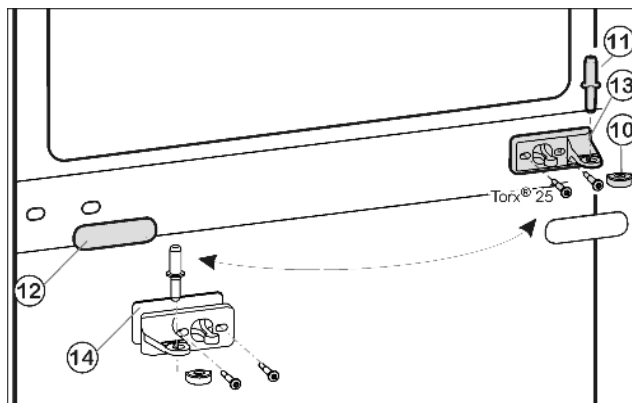
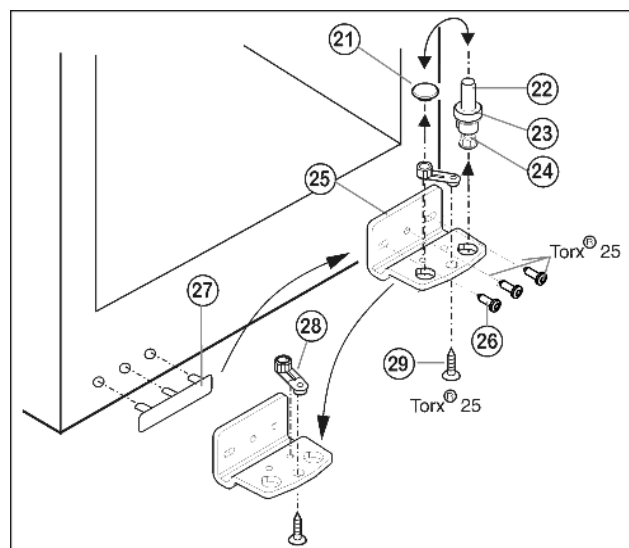

Fig. 5
Fig. 6
- ▶ Prostřední ložiskový čep Fig. 5 (11) vytáhněte ze stojanu ložiska a spodních dveří.
- ▶ Plastovou čepičku Fig. 5 (10) stáhněte.
- ▶ Stojan ložiska uprostřed Fig. 5 (13) odšroubujte (2 krát Torx® 25).
- ▶ Krytku Fig. 5 (12) opatrně stáhněte.
- ▶ Prostřední stojan ložiska Fig. 5 (13) s podložkou Fig. 5 (14) přišroubujte otočený o 180° na novou stranu závěsu (s 4 Nm).
- ▶ Krytku Fig. 5 (12) otočenou o 180° zasuňte na nové straně madla.
- ▶ Ložiskový čep Fig. 6 (22) včetně podložky Fig. 6 (23) a seřizovací nožky Fig. 6 (24) vytáhněte nahoru.
- ▶ Zátku Fig. 6 (21) odstraňte.
- ▶ Stojan ložiska Fig. 6 (25) odšroubujte Fig. 6 (26).
- ▶ Ložiskový díl Fig. 6 (28) odšroubujte Fig. 6 (29) a přemístěte jej do protilehlého upínacího otvoru stojanu ložiska, pak ho znovu pevně přišroubujte.
- ▶ Krytku na straně madla Fig. 6 (27) opatrně vytáhněte a přemístěte na druhou stranu.
- ▶ Stojan ložiska Fig. 6 (25) na nové straně závěsu zase přišroubujte příp. pomocí akumulátorového šroubováku (momentem 4 Nm).
- ▶ Zátku Fig. 6 (21) zase vložte do druhé díry.
- ▶ Ložiskový čep Fig. 6 (22) včetně podložky a seřizovací nožky zase nasadte. Přitom dávejte pozor, aby zajišťovací vačka směřovala dozadu.
- ▶ Spodní dveře nasadte shora na spodní ložiskový čep Fig. 6 (22).
- ▶ Plastovou krytku Fig. 5 (10) nasadte zase na prostřední stojan ložiska Fig. 5 (13).
- ▶ Prostřední ložiskový čep Fig. 5 (11) vložte přes prostřední pouzdro ložiska Fig. 5 (13) do spodních dveří na nové straně závěsu.
- ▶ Horní dvířka usadte na prostředním ložiskovém čepu Fig. 5 (11).
- ▶ Dveře případně pomocí obou podélných děr ve spodním stojanu ložiska Fig. 6 (25) a v prostředním stojanu ložiska Fig. 5 (13) vyrovnějte tak, aby lícovaly. Vyšroubujte prostřední šroub na stojanu ložiska dole Fig. 6 (25).